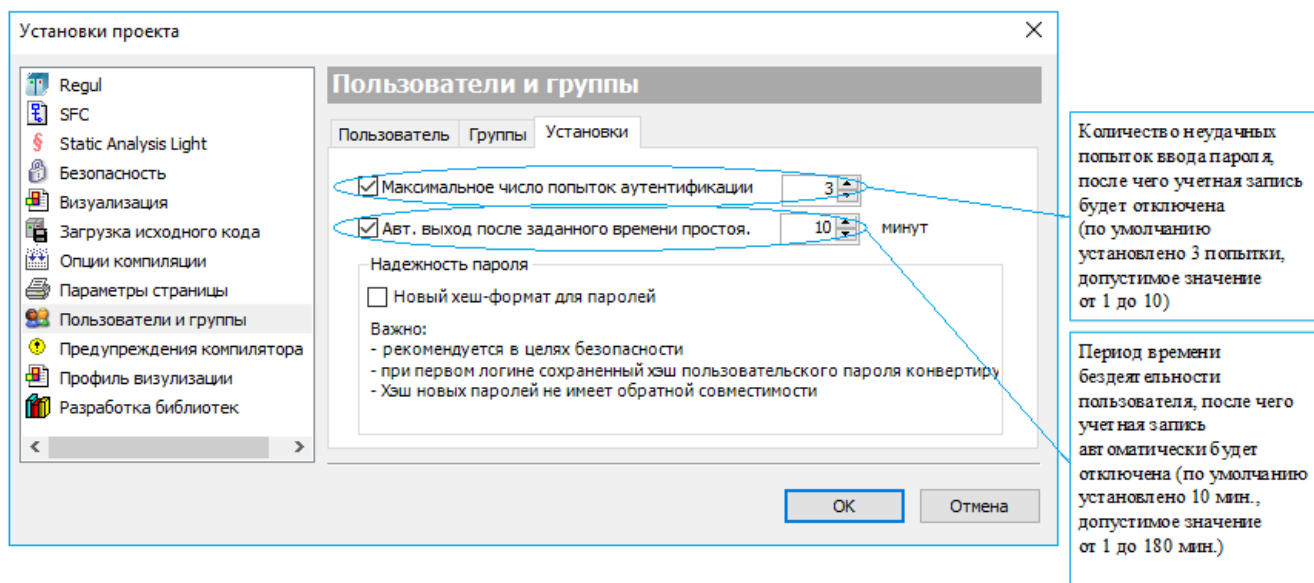

Рисунок 288 – Диалоговое окно для задания опций учетных записей
- в подкатегории **Установки (Settings)** можно задать опции (количество неудачных попыток, период бездействия и «хеширование» пароля), касающиеся учетных записей пользователей (Рисунок 288);